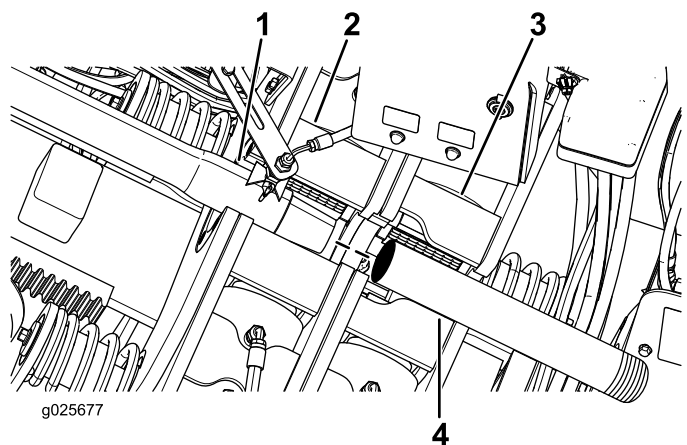

Рисунок 60
- Введите направляющую штангу сквозь нижний (неподвижный) захват, как показано на Рисунок 60.